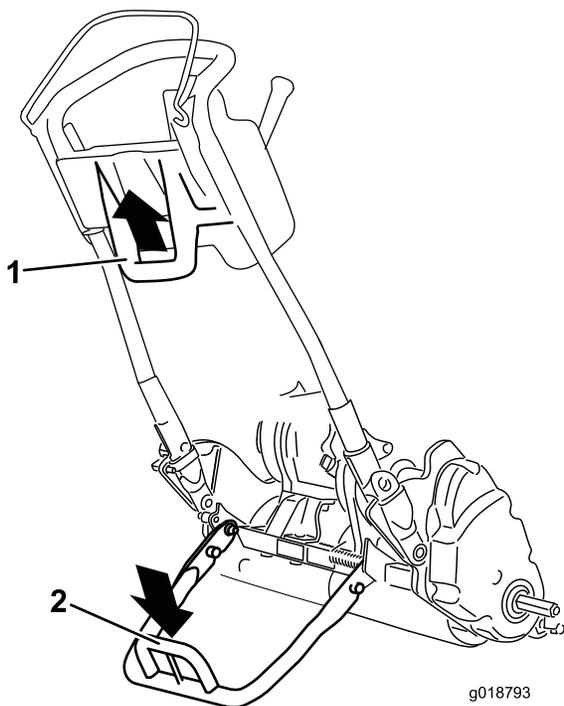

Figure 21
- Pour utiliser la béquille afin de monter les roues de transport, abaissez-la au sol et posez le pied sur l'arceau tout en tirant la machine vers le haut et l'arrière par la poignée centrale inférieure (Figure 21).